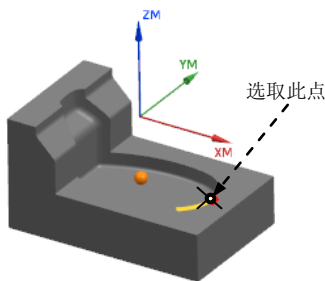

图 2.17 选取参考点
Step2. 单击“非切削移动”对话框中的“起点/钻点”选项卡，在“选择点”区域单击“点对话框”按钮，系统弹出“点”对话框。然后在图形区选取图 2.17 所示的点，单击“确定”按钮，系统返回“非切削移动”对话框。